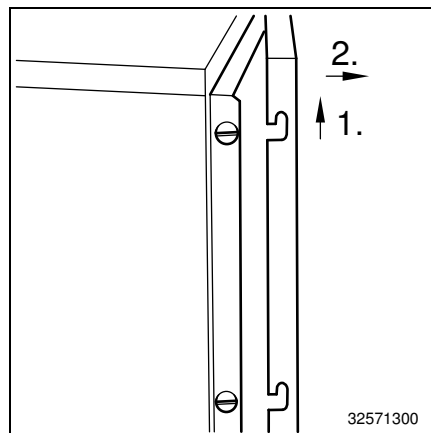

Bild 47 Steckblenden
- Steckblende bis zum Anschlag anheben (Bild 47/1)
- Steckblende nach vorn abziehen (Bild 47/2)